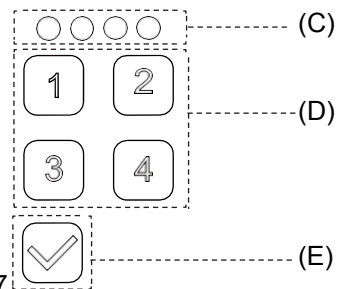

Figura 7
- Para desbloquear, introduza a sua palavra-passe no teclado numérico (D). A luz indicadora (C) acende-se cada vez que introduzir o número. Prima (E) no teclado quando tiver terminado de introduzir a palavra-passe. (Figura 7)